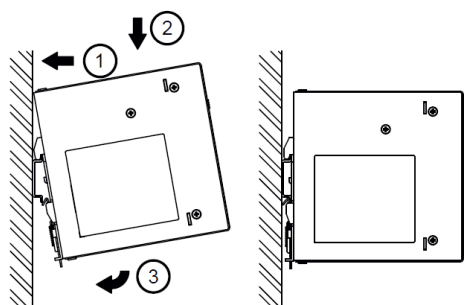

图. 3.1 安装
1. 将电源向上倾斜, 插入 DIN 导轨。卡入导轨如图 3.1 所示。